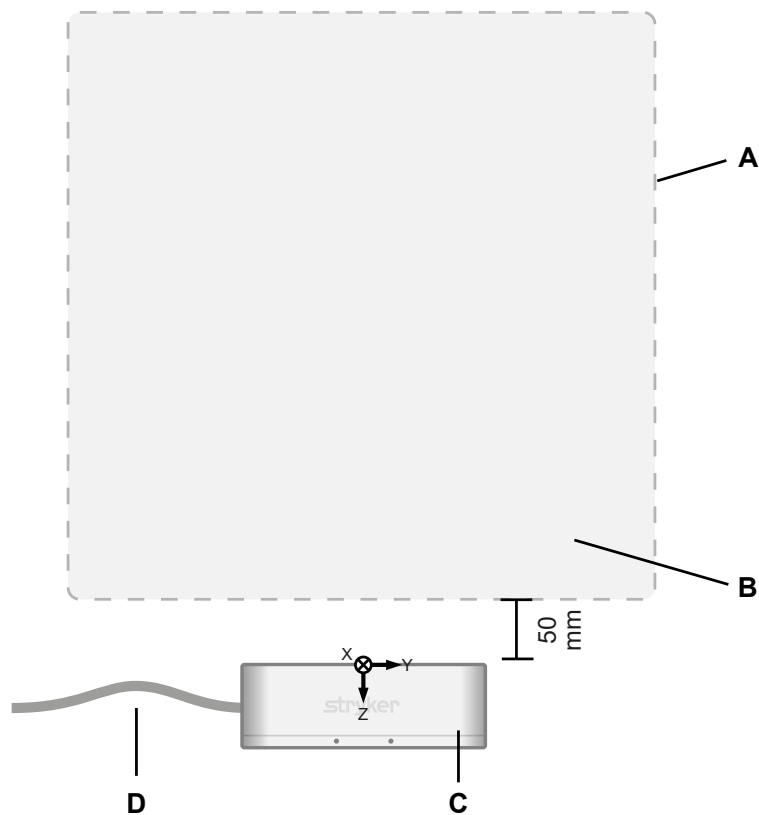

Figura 2 - Poziționarea generatorului de câmp (vedere de sus)
5. Poziționați brațul de montare a generatorului de câmp astfel încât distanța dintre generatorul de câmp și zona de operare a pacientului să fie de 50 mm. Consultați Figura 2.